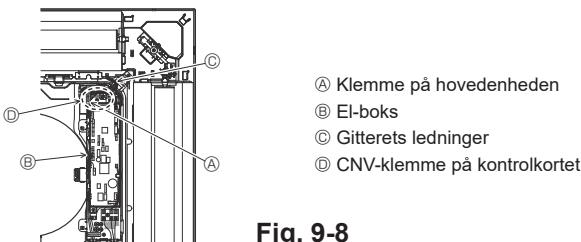

**Fig. 9-6**
### 9.4.2. Midlertidig installation af gitteret (Fig. 9-6)
- Fastgør gitteret på hovedenheden ved at spænde de præinstallerede skruer. (Fig. 9-6)
Kontroller, at der ikke er mellemrum mellem hovedenheden og gitteret eller mellem gitteret og loftsladen. (Fig. 9-6)